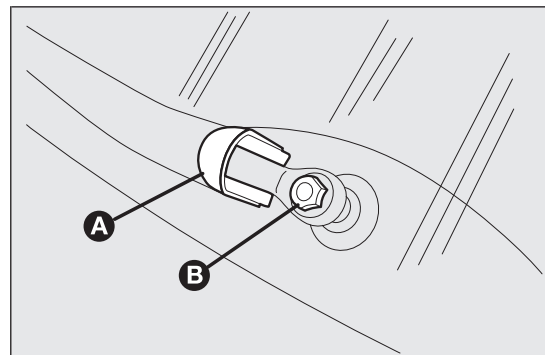

fig. 180
- ☐ soulever la protection A fig. 180 et démonter le bras de la voiture, en dévissant l'écrou B qui le fixe à l'axe de rotation ;